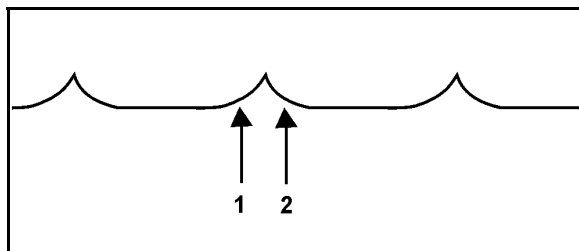

Рис. 22
- **Рис. 22** – правильная регулировка рядов дисков.